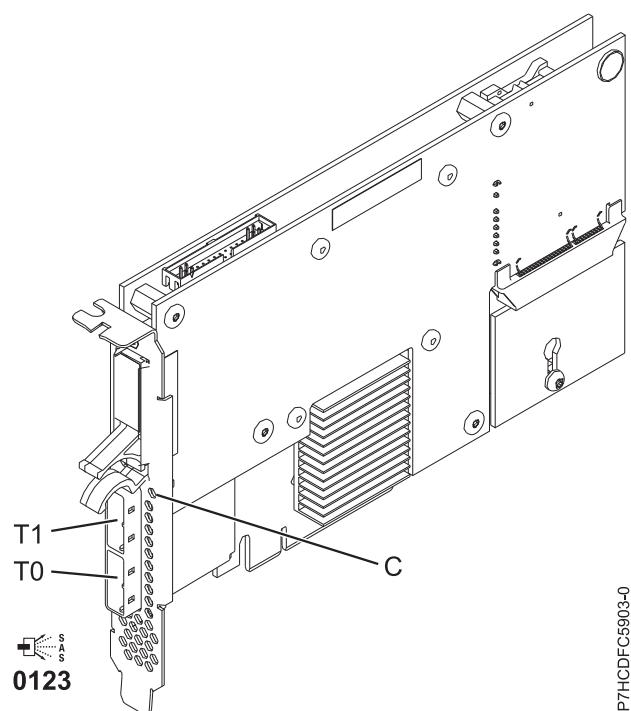

図 5. PCIe デュアル x4 3 Gb SAS RAID アダプター
5903 または 5805 には、キャッシュ・データが存在する場合に明滅する LED (17 ページの図 5 の (C)) が装備されています。キャッシュ・データ表示 LED は、アダプター上のキャッシュにデータが存在する可能性がある場合に明滅します。キャッシュ・データ表示 LED が明滅している場合は、キャッシュ・バッテリー・パックを取り替えないでください。この LED の明滅中に取り替えると、キャッシュ・データが失われます。このアダプターのキャッシュ・データ表示 LED の場所は、17 ページの図 5 で確認してください。